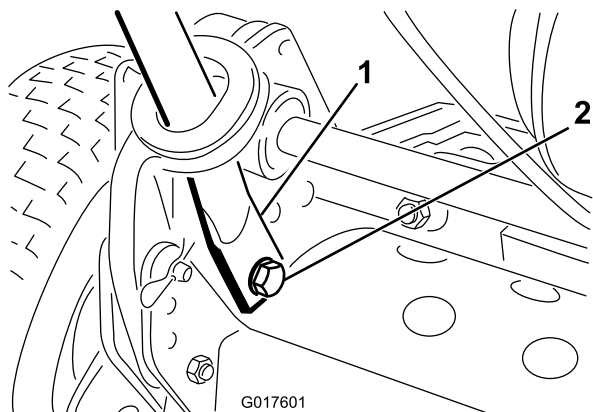

Figura 3
- Apriete los extremos del manillar hacia dentro e instálelos sobre los pasadores de montaje (Figura 3).
- Sujete los extremos del manillar a los pasadores de montaje con los pernos, las arandelas y las arandelas de freno suministrados (Figura 3).
- Sujete la parte inferior de los brazos del manillar a cada lado del cortacésped con los pernos y las contratueras que retiró anteriormente (Figura 3). Asegúrese de instalar los casquillos en los taladros de montaje de los brazos del manillar.
- Sujete los brazos del manillar a la parte de atrás del bastidor con los pasadores de horquilla y los pasadores de anilla que retiró anteriormente (Figura 3).